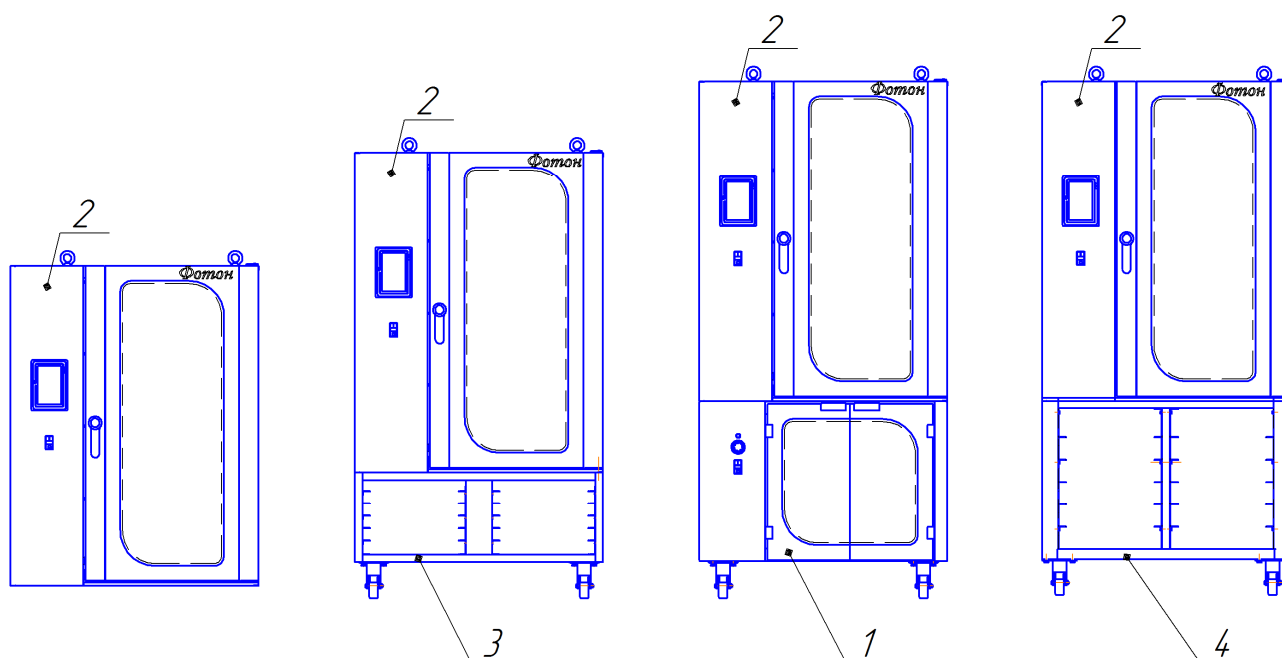

Рисунок 1 –Варианты использования печи
3.2. Печь устанавливается на шкаф расстойный «Бриз» 1,5 (далее по тексту - шкаф), который предназначен для расстойки тестовых заготовок и одновременно служит подставкой для печи, на подставку или на ножки (рис.1).